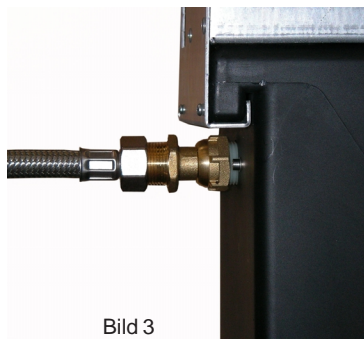

Bild 3
- Trinkwasseranschluss mittels der 2-teiligen Verschraubung dicht und fest mit dem Schwimmerventil verbinden, siehe Bild 3.